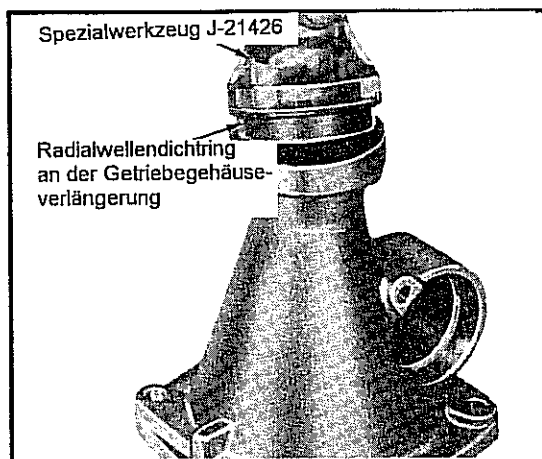

Abb. 10-34 Montage des Dichtrings zum Antriebswellenflansch
- Dichtring so anbringen, wie in Abb. 10-34 gezeigt. Hierzu das Spezialwerkzeug J-21426 verwenden.